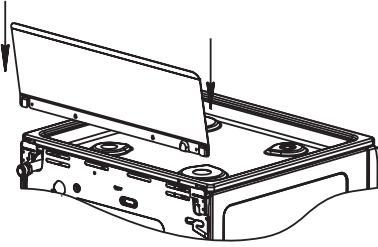

рис. 1
- Модели плит, не имеющие крышку стола, комплектуются щитком, который крепляется перед установкой плиты (рис.1).